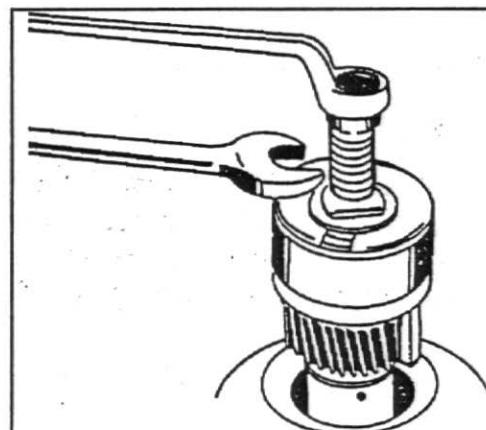

Fig. 2
5. Remova a engrenagem da árvore de manivelas, utilizando as ferramentas nº 81 30 010 e 81 30 411, fig.2.